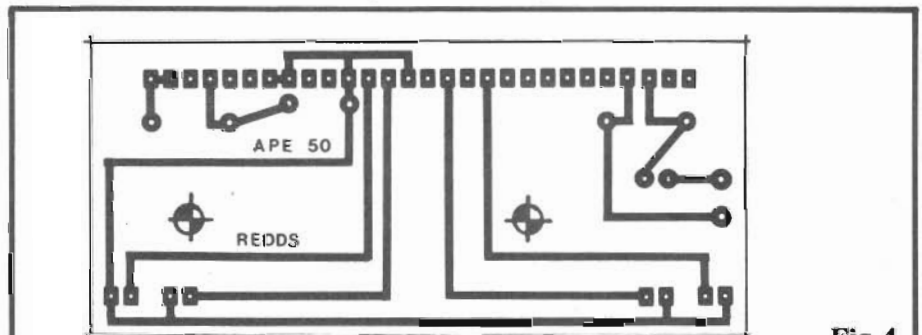

Fig.4
- **FIG. 4 - "CHAPEADO" DA MONTAGEM (PLACA DE "APOIO")** - A mesma placa da figura anterior, mas agora vista pela face não cobreada, com os (poucos...) componentes devidamente posicionados. Atenção aos seguintes pontos: polaridade do capacitor eletrolítico (demarcada na figura e no próprio "corpo" do componente), posição do diodo **zener** (a extremidade marcada por uma faixa ou anel de cor contrastante deve ficar "apontada" para o transformador...) e ligação/identificação dos terminais do transformador... Quanto a este último, notar que o "lado" do **primário**, correspondente à entrada da Tensão de rede (110 ou 220V) não deve ter seus fios ligados diretamente à placa (conforme veremos na próxima figura). Já no lado do **secundário**, os fios correspondentes a "0" e "9" volts **devem** ser inseridos e soldados às respectivas ilhas/furos... Lembrar que, se o dito **secundário** for para "0-9" terá seus dois únicos fios diretamente aproveitados, porém se o tal **secundário** for de 3 fios ("9-0-9"), um dos fios extremos deverá ser "desprezado", conectando-se à placa apenas o fio central e o correspondente a um dos extremos... Ob-